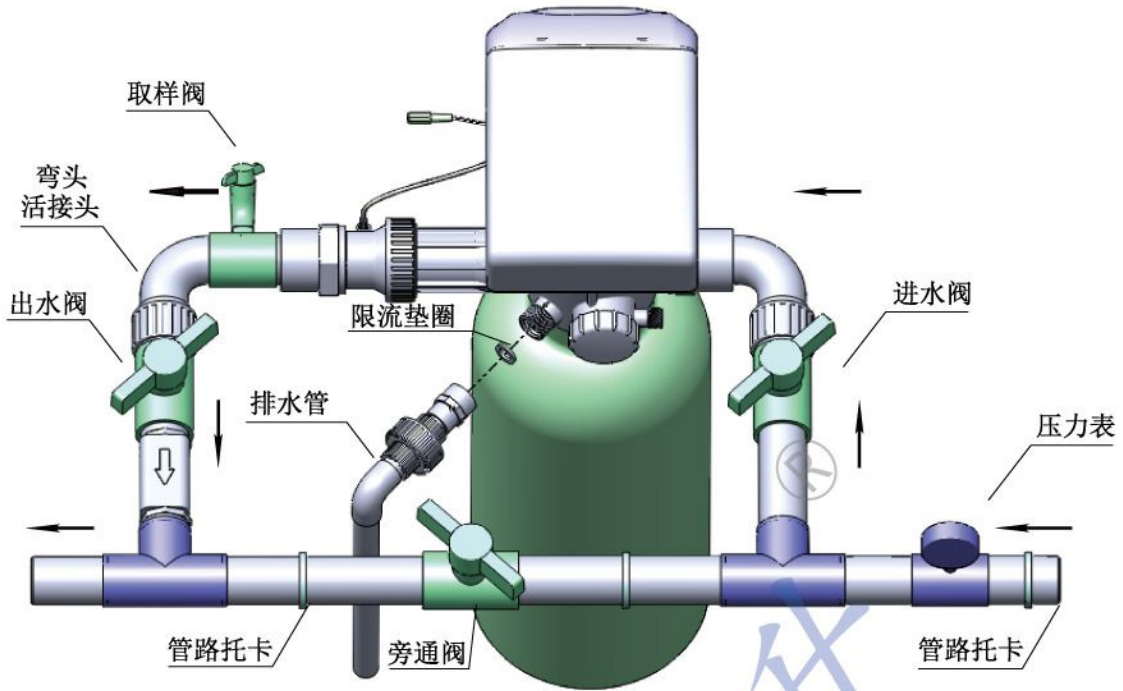

图9
9、软化水设备整体安装图。（安装时应确保进、出水管横平竖直；进水管路须用固定架支撑牢固；旁通阀为可选项）（图9）